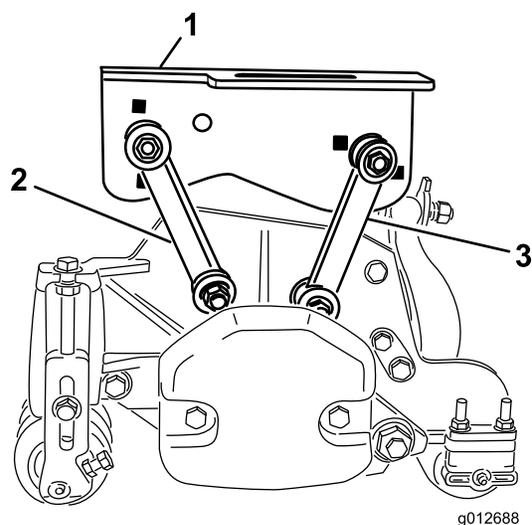

Figura 17
- Fissate i tiranti di montaggio anteriori nei fori del telaio portante centrale con un bullone (3/8 x 2-1/4 pollici), 2 rondelle piane e un dado di bloccaggio, come mostrato in Figura 17. Posizionate una rondella su ogni lato del tirante durante il montaggio. Serrate i fermi a 42 Nm.
- Fissate i tiranti di montaggio posteriori nei fori del telaio portante centrale con un bullone (3/8 x 2-1/4 pollici), 2 rondelle piane e un dado di bloccaggio, come mostrato in Figura 17. Posizionate una rondella su ogni lato del tirante durante il montaggio. Serrate i fermi a 42 Nm.